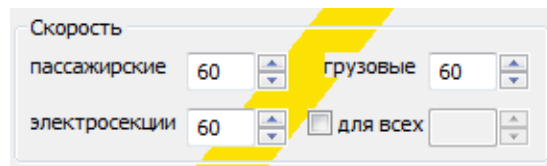

Рис.170. Задание ограничивающей скорости
10. В раздел «Скорость» в поля «пассажирские», «грузовые», «электросекции» ввести скорость движения по предупреждению для каждой категории поездов (см. рис. 170).